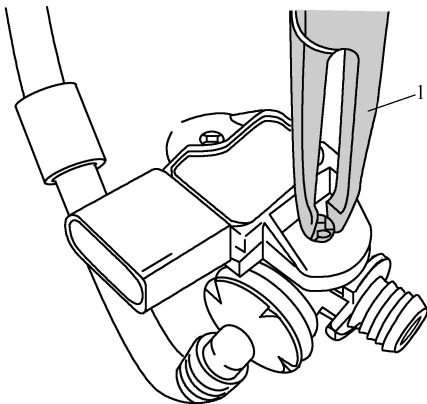

图 3-2-43 用钳子松开夹子
- (2) 用钳子 1 松开夹子，如图 3-2-43 所示。将制动助力器装置压力传感器 G294 小心地向下撬。